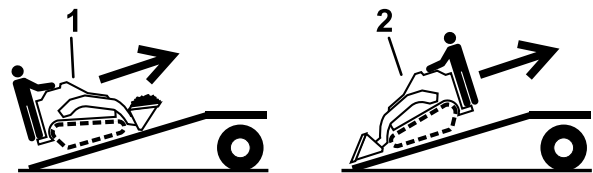

Figura 34
5. Cargue la máquina en el remolque por la rampa con el extremo más pesado hacia arriba, y la carga en la posición más baja posible (Figura 34).